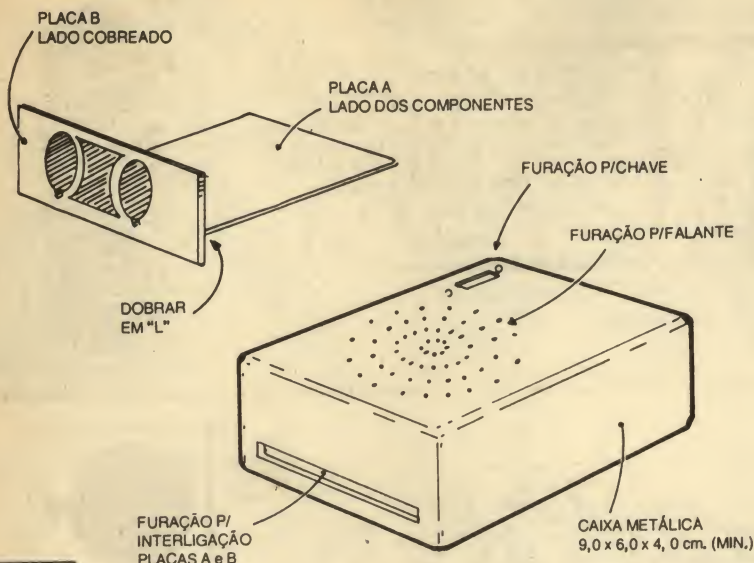

Fig.5
- FIG. 5 - DISPOSIÇÃO FINAL DAS PLACAS - "ENCAIXAMENTO" - Conforme dito no final do item anterior, as placas devem ser posicionadas guardando um ângulo de 90° (em "L"...), como mostra o primeiro item da figura... Na placa menor ("B"), as partes cobreada (formadas pelos dois círculos e aquele "miolo" entre eles...) deve ficar voltada para "fora" do "L". A caixa (de preferência metálica, conforme já mencionado...) deve receber as furações sugeridas no segundo item